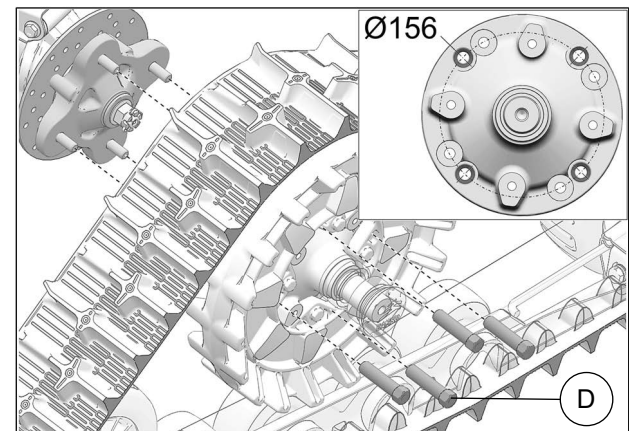

Fig. 15
16. Fixer le système de traction au moyeu de roue arrière. Utiliser le cercle de perçage de Ø156mm et les écrous de roue M12 (D) fournis. Voir la Fig. 15